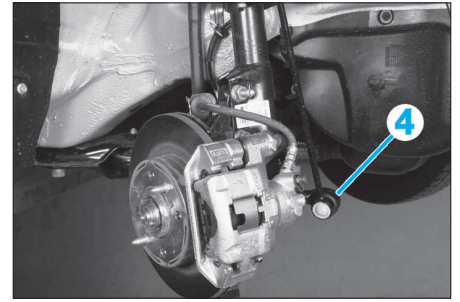

FIG. 11
- De chaque côté, déposer la vis (4) de la biellette de barre de stabilisatrice (Fig.11), déloger cette dernière.